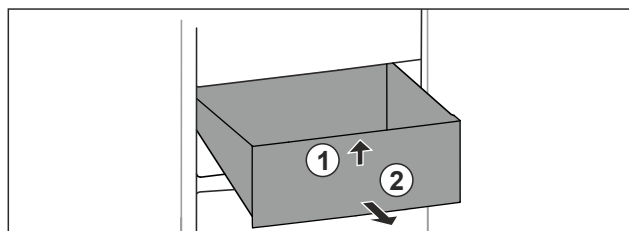

Fig. 72
- ▶ Løft skuffen foran. Fig. 72 (1)
- ▶ Ta ut skuffen framover. Fig. 72 (2)